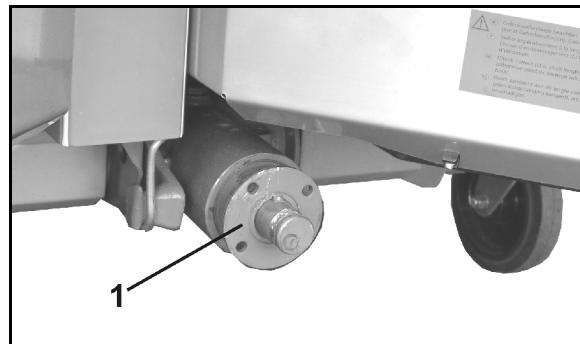

图 24
1. 用一个拔取器从齿轮箱输入轴上拔下法兰轴套（图 24/1）。